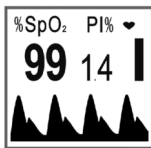

Abbildung 5 Die PI%-Abbildung
5. An diesem Punkt die Taste gedrückt halten (ca. 2 Sekunden) und die Anzeige geht auf die in Abb. 5 dargestellte Seite über. Die PR-Abbildung wird vom PI% ersetzt. Um wieder auf die PR-Abbildung zu gelangen, erneut die Taste länger drücken. Werden innerhalb von 20 Sekunden keine Tätigkeiten ausgeführt, geht die Abbildung automatisch wieder auf PR.